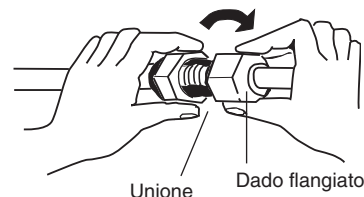

Fig. 5-5
- (3) Per un collegamento corretto, allineare il tubo di raccordo e quello svasato diritti uno rispetto all'altro e quindi avvitare bene il dado flangiato in modo da ottenere un'adesione perfetta (Fig. 5-5)